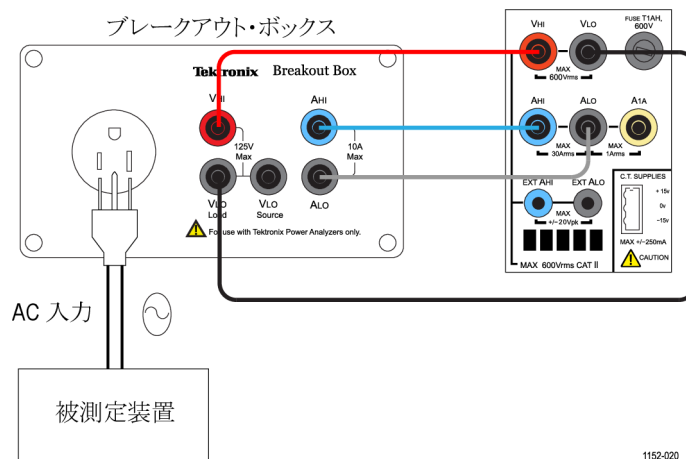

図 58: 突入電流測定の結果図
- 結線図に示すように、Tektronix ブレークアウト・ボックス(BB1000)を使用して DUT を接続します。(図 58 参照)。